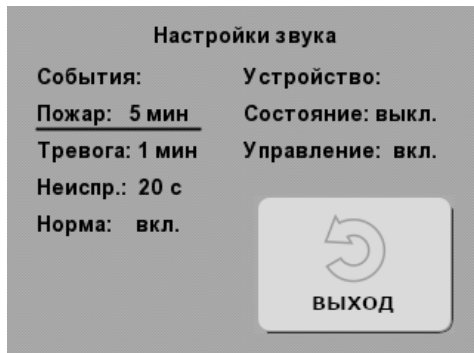

Рис. 7. Окно меню «ЗВУК»
6.1. УРС выполняет звуковую сигнализацию при получении новых онлайн-событий прибора согласно настройкам, заданным в конфигурационном меню «ЗВУК» (МЕНЮ→НАСТРОЙКИ→ЗВУК, Рис. 7).